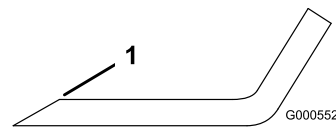

Figura 49
1. Utilice una lima para afilar el filo de corte en ambos extremos de la cuchilla (Figura 49). Mantenga el ángulo original. La cuchilla permanece equilibrada si se retira la misma cantidad de material de ambos bordes de corte.
Si la cuchilla se mantiene horizontal, está equilibrada y puede utilizarse. Si la cuchilla no está equilibrada, rebaje algo el metal en la parte de la vela solamente (Figura 49). Repita este procedimiento hasta que la cuchilla esté equilibrada.